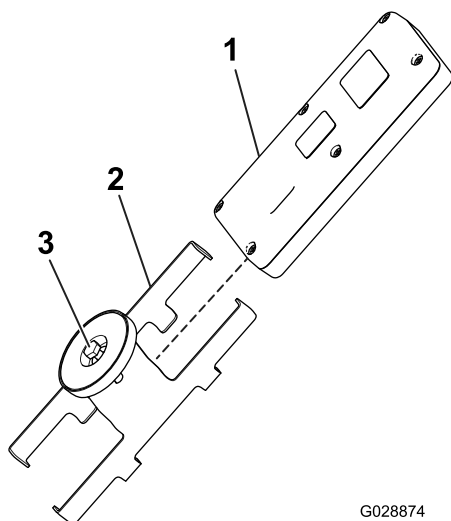

図 19
5. ハンドヘルドリモートをマグネット式ブラケットに取り付ける。ブラケットにリモートを入れ、ブラケットについているボルトを締め付ける (図 19)。